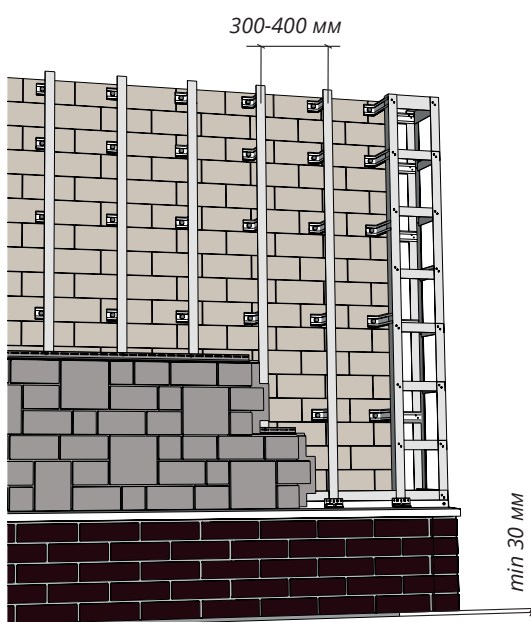

Рисунок 15
9.3 Для монтажа панелей ЯФАСАД обрешетка монтируется вертикально. Шаг обрешетки по осям должен быть не более 300-400 мм (рис. 15, 16).
- 9.4** Расстояние от грунта, отмостки и т.д. до нижнего края обрешетки должно быть не менее 30 мм, это обеспечит доступ воздуха в подфасадное пространство и обезопасит обрешетку и смонтированный фасадный материал от последствий при пучениях грунта в зимний период (рис. 15, 16).